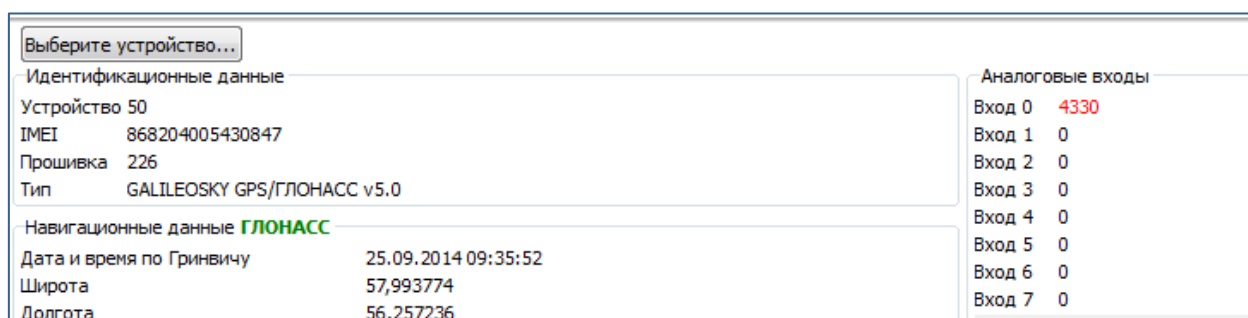

Рисунок 7. Проверка получения данных
3. Убедитесь, что терминал получает информацию с терморезистора: для этого перейдите на вкладку «Устройство» Конфигуратора и проверьте наличие показаний на выбранном входе (Рис. 7):